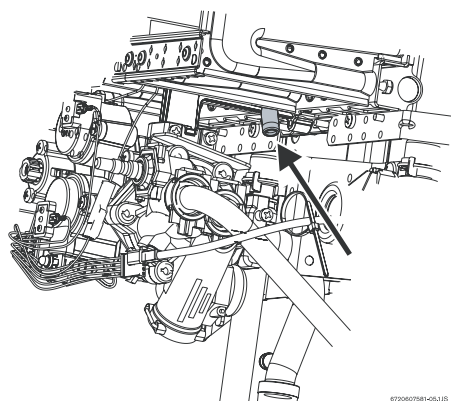

Рисунок 13. Точка замера давления в форсунках
- ▶ Отвинтить заглушку (рисунок 13). Подсоединить манометр к патрубку точки замера давления в форсунках.